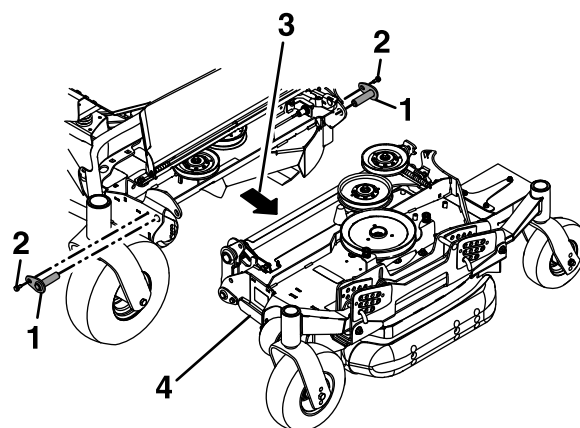

Figure 47
23. Repoussez le tablier latéral gauche vers le tablier central. Alignez et insérez les axes de pivot supérieurs à l'avant et l'arrière du tablier, et fixez-les en place avec les boulons retirés précédemment (voir Figure 47).